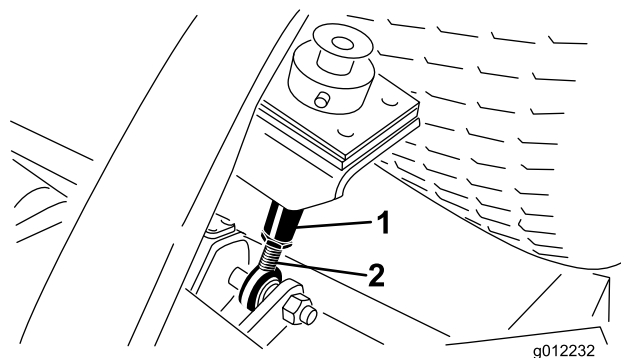

Figure 11
6. Desserrez les écrous de blocage en bas des tiges de réglage de hauteur de coupe (Figure 11).